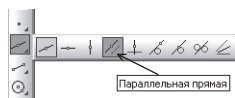

Рис. 55
- найдем центры отверстий с помощью **Параллельных прямых** **Панели расширенных команд**, раскрывающейся из кнопки **Вспомогательная прямая** (рис. 55);